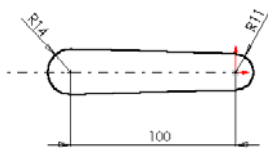

图 5-37 基体拉伸草图
- 2) 利用草图绘制工具绘制草图作为拉伸基体特征的轮廓，如图 5-37 所示。